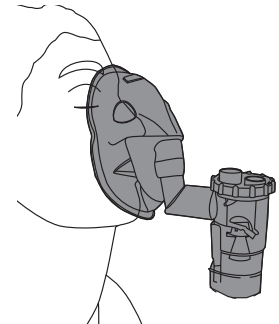

Fig. 18
- Premere delicatamente la maschera di inalazione/maschera per collo sul viso/tracheostoma (Fig. 18 - 19) e inspirare lentamente.